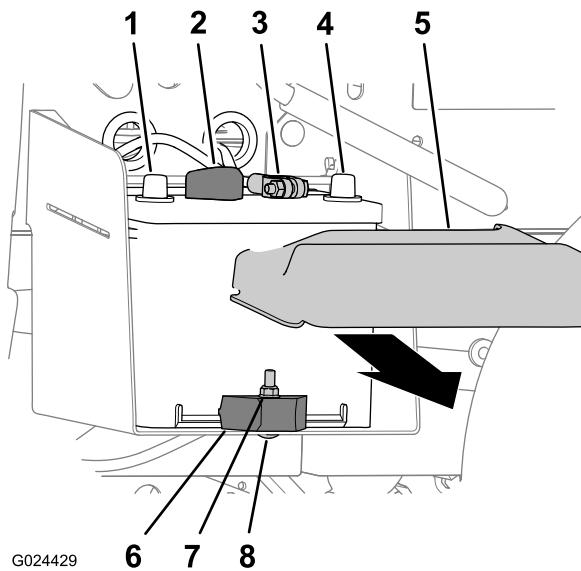

图 46
1. 挤压电池盖的侧面，从电池顶部取下电池盖（图 46）。
2. 将负极电池接线与电池的端子断开（图 46）。
3. 将正极电池接线与电池的端子断开（图 46）。
2. 卸下将电池固定到电池托盘的锁紧螺母、托架螺栓和电池夹（图 46）。
3. 从电池托盘中取出电池（图 46）。
1. 将电池与机器的电池托盘对齐（图 46）。
注意： 如图 46 所示，确保电池的正极和负极对齐。
2. 用电池夹、托架螺栓和锁紧螺母将电池固定到电池托盘（图 46）。
1. 将正极电池接线连接到电池的端子（图 46）。
2. 将负极电池接线连接到电池的端子（图 46）。
3. 将电池盖安装到电池的顶部（图 46）。